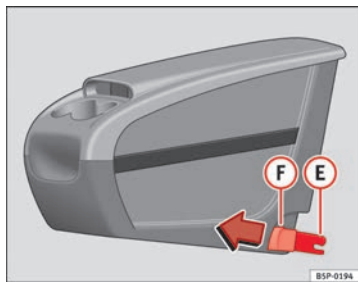
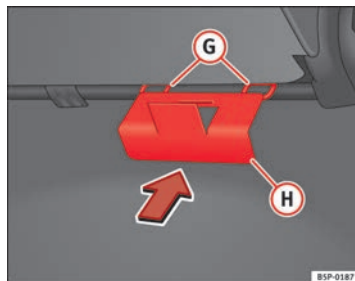

Abb. 112 Zusätzliche Ablage. Montage
Abb. 113 Halteplatte der zusätzlichen Ablage
- Die Halteplatte ④ ⇒ Abb. 113 der zusätzlichen Ablage vom Fahrzeuginnern aus auf der Rückseite des Sitzes befestigen. Sie muss sich zwischen der Lehne und dem Sitzkissen im Bereich des mittleren Rücksitzes befinden.
- Die beiden Befestigungselemente **(E)** ⇒ Abb. 112 zu den beiden Befestigungsringen **(G)** ⇒ Abb. 113 ausrichten und die beiden Klammern vollständig in die Befestigungsringe eindrücken.
- An den Knöpfen ⇒ Abb. 112 **(F)** der Klammern nach vorne ziehen (rote Knöpfe), bis sie hörbar ausgehängt sind.